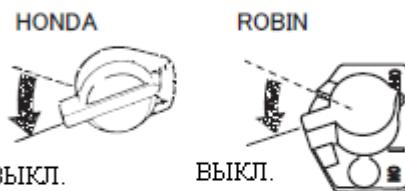

Fig.16
- Поверните выключатель двигателя в положение «ВЫКЛ.» (рис. 16).